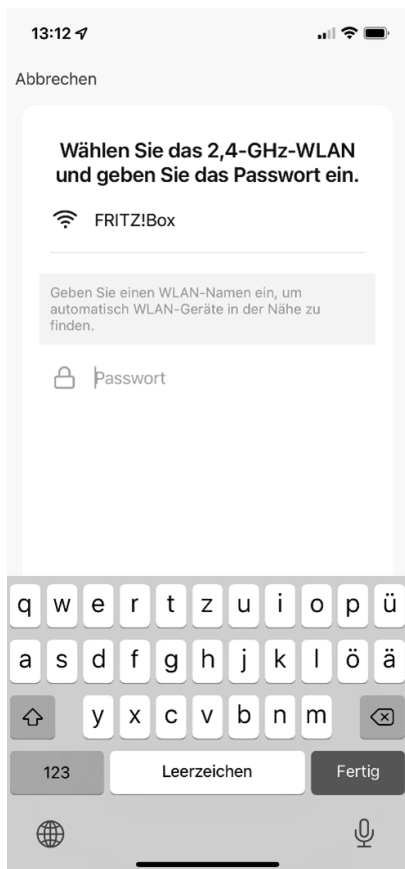

Abb. 3
- Geben Sie im nächsten Schritt das Passwort Ihres WLAN-Netzwerks ein (**s. Abb. 3**) und tippen Sie anschließend auf WEITER.